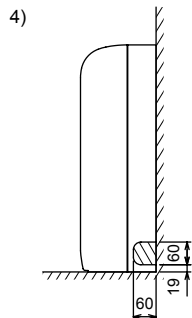

Fig. 3-10
4) Για δεξιά σωλήνωση (Fig. 3-10)